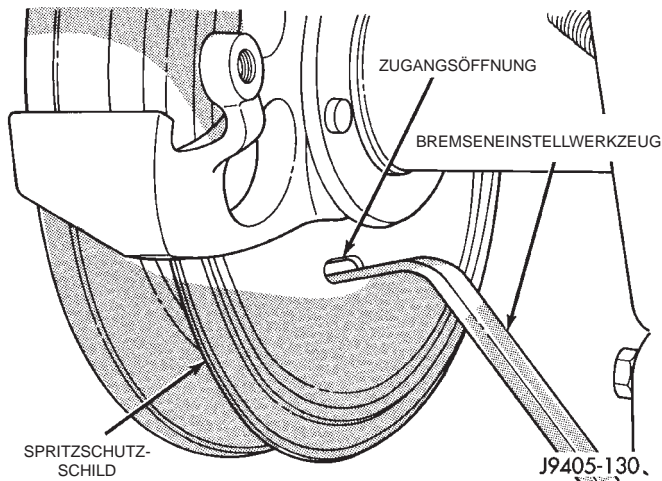

Abb. 84 Einstellung der Feststellbremsen/ Bremsbacken
(2) Die Bremsscheibe mit zwei Radmuttern sichern.
(3) Den Verschlußstopfen aus Gummi aus der Rückseite des Spritzschuttschilds entfernen.
(4) Ein Bremseneinstellwerkzeug in die Zugangsöffnung im Spritzschuttschild einführen (Abb. 84). Das Werkzeug an der Unterseite des Sternrads ansetzen.
(5) Das Sternrad gegen den Uhrzeigersinn nach oben drehen, um die Bremsbacken auseinander zu drücken (Blickrichtung Fahrzeugfront).